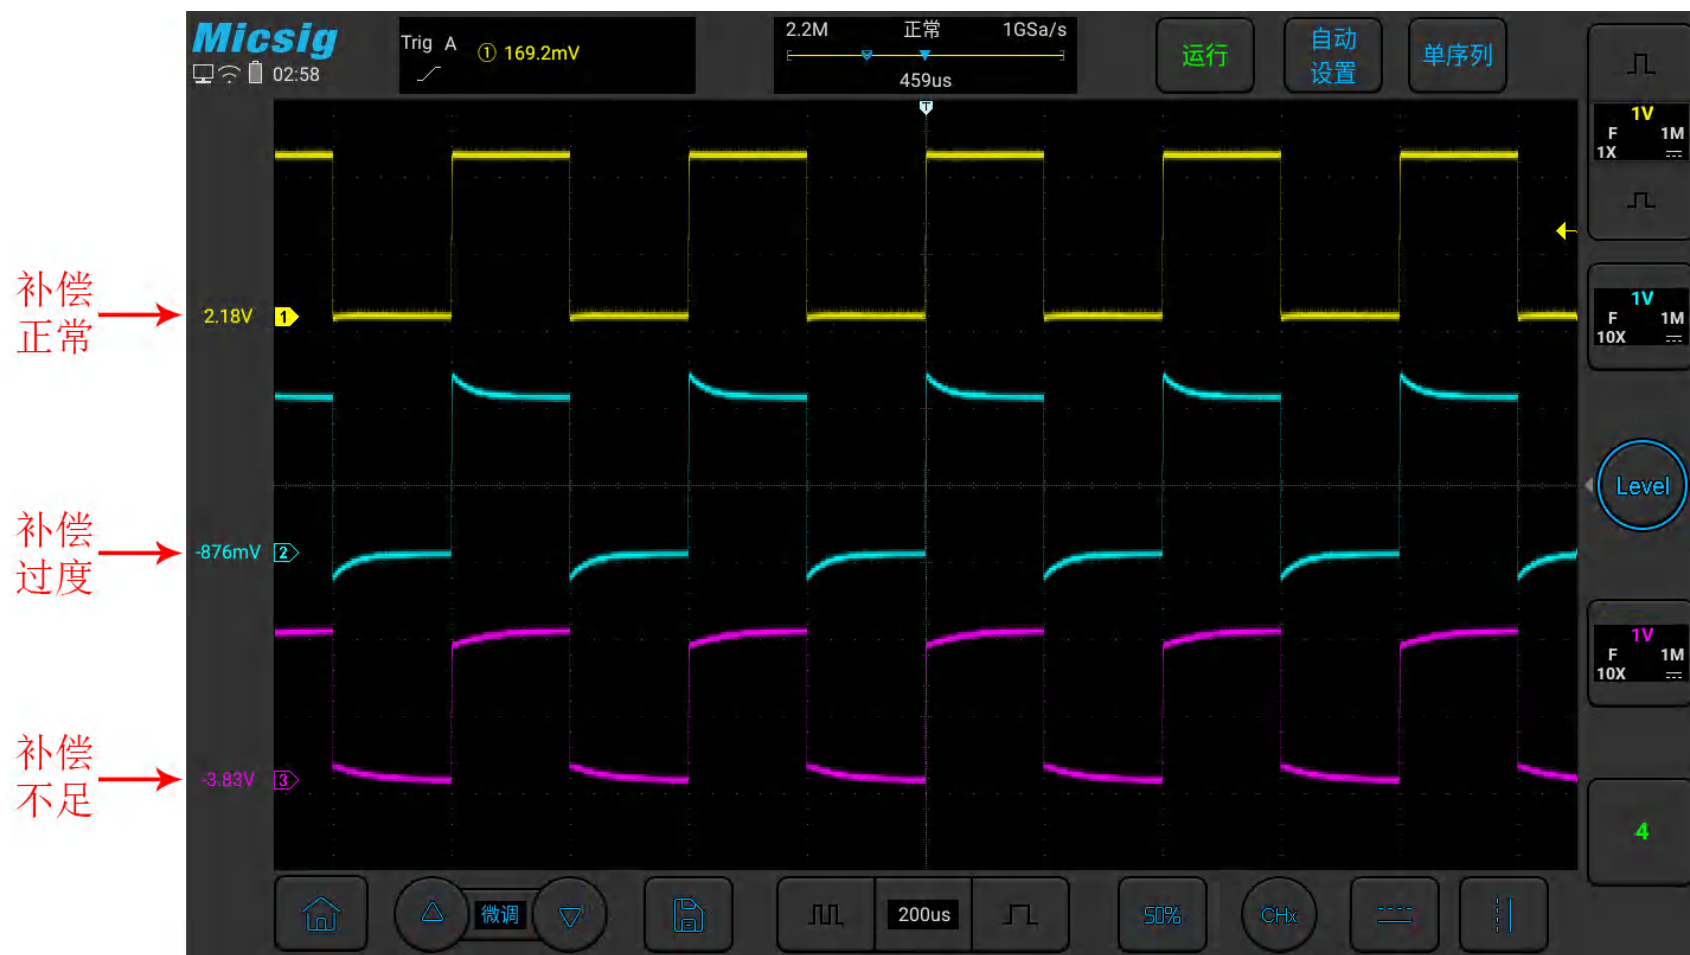

图2-15 探头补偿
- 5) 轻点 **自动设置** 键或者手动调节波形垂直灵敏度、水平时基。观察波形形状，见图 2-15。